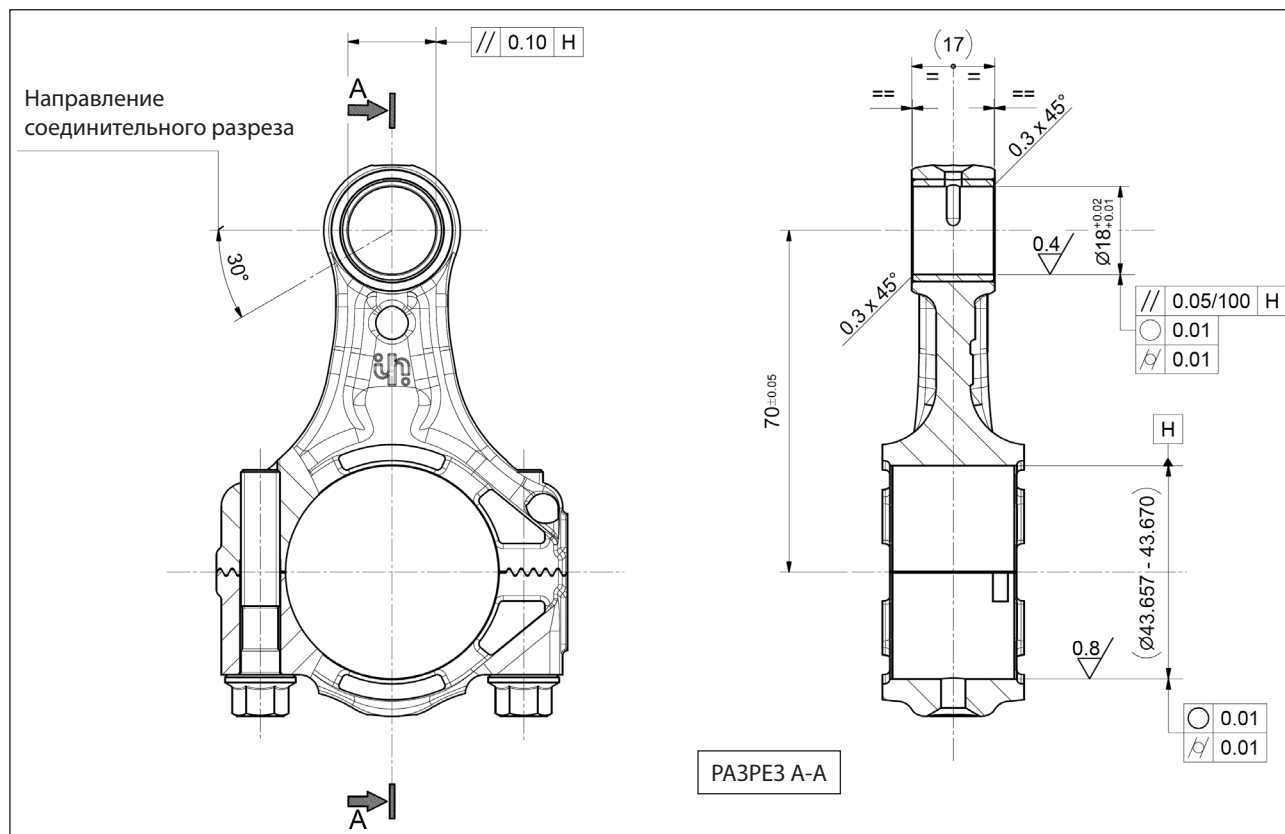

Рис. 25
- соединительный разрез направлен так, как показано на Рис. 25.
Затем выполните механическую обработку, строго соблюдая размеры и допуски, указанные на Рис. 25.